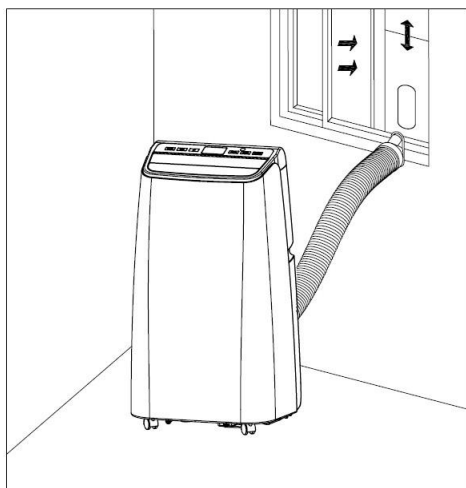

Figura 5
- Estendere il tubo e collegare l'estremità piatta al foro ovale della piastra sigillante montata alla finestra, facendola scattare in posizione (v. figura 5 e figura 6).